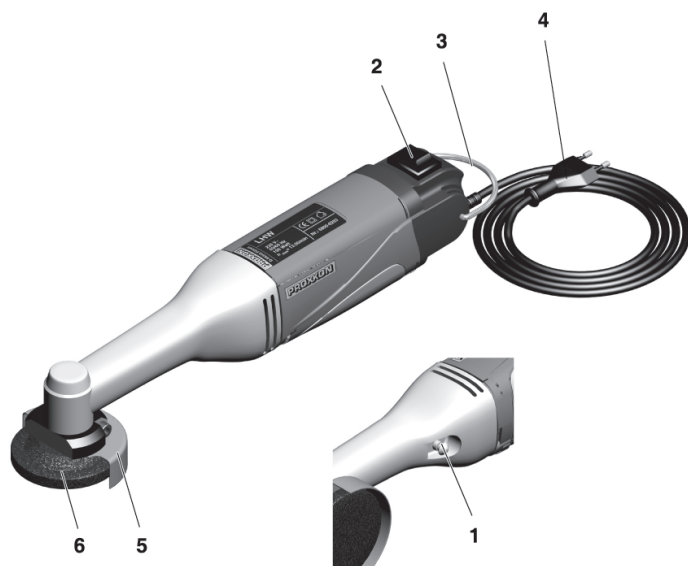

Fig. 1
1. Ligar o aparelho com o comutador **3** (fig. 1).